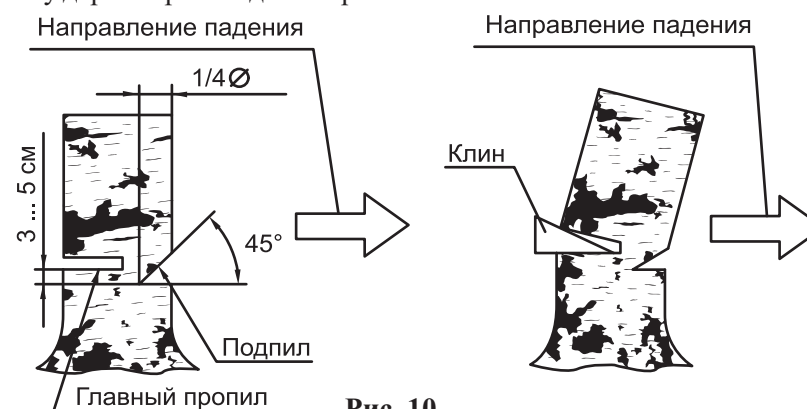

Рис. 10
1) Выполните подпил на четверть диаметра ствола со стороны предполагаемого направления падения (рис. 10). Верхний пропил должен быть произведен под углом около 45° , нижний – горизонтально, таким образом, чтобы он пересекся с верхним и не был ниже него.
2) Выполните чуть выше основной пропил со стороны, противоположной подпилу, на глубину $\frac{3}{4}$ толщины ствола, обязательно оставив небольшой недопил (рис. 10).